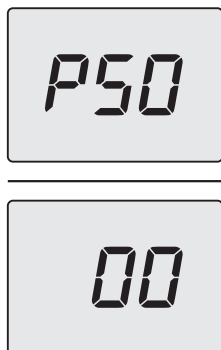

Figura 5.36
- Scorrere i vari parametri utilizzando i tasti 49 (indietro) o 51 (avanti) fino a far apparire sul display LCD le lettere **P50** che si alternano con il valore del parametro (Figura 5.36).